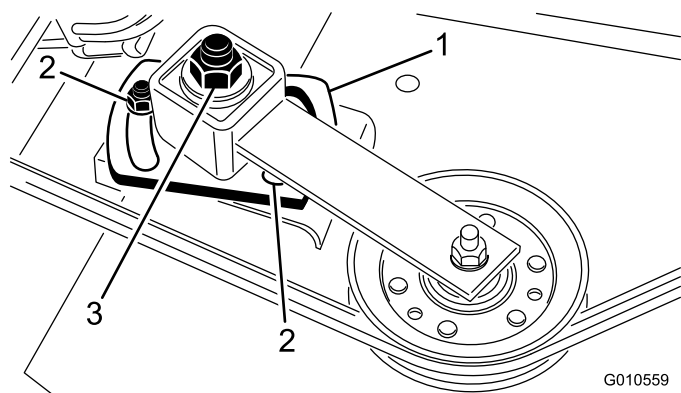

Figura 28
4. Desaperte as duas porcas que prendem a placa intermédia no sítio. Utilize uma chave e chave dinamométrica para apertar a porca de ajuste intermédia a 24-41 Nm (Figura 28).